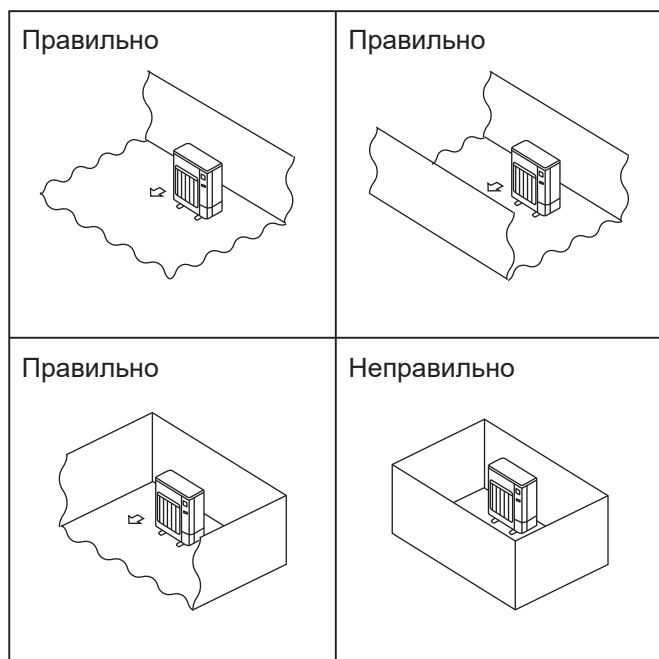

Fig. 2-2
- Устанавливайте наружные приборы в достаточно большом пространстве без преград, либо так, чтобы, по крайней мере, одна из четырех сторон прибора была открыта. (Fig. 2-2)